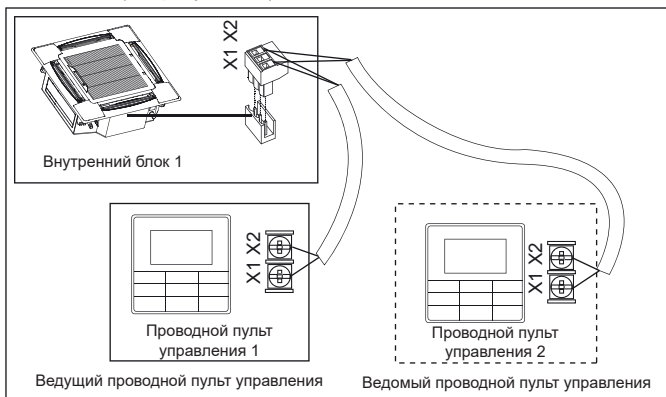

Рисунок 6.7
- Используйте 1 проводной пульт для управления 1 внутренним блоком или 2 проводных пульта (один ведущий и один ведомый) для управления 1 внутренним блоком (см. рисунок 6.7);